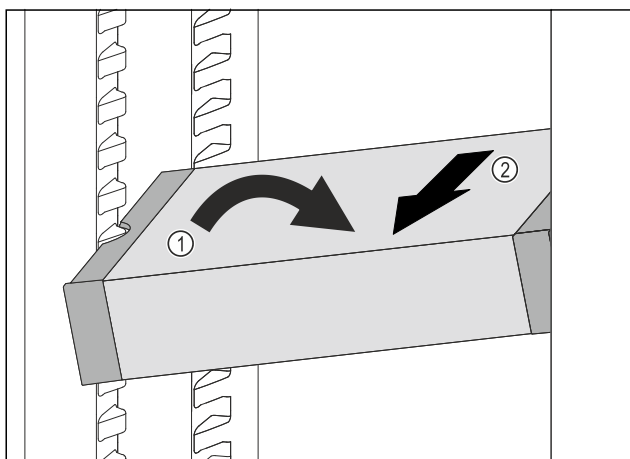

Fig. 133
- Incliner le VarioSafe dans la partie réfrigérateur. Fig. 133 (1)
- Sortir le tiroir VarioSafe par l'avant. Fig. 133 (2)